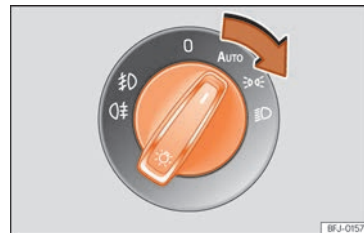

Abb. 96 Instrumententafel: Lichtschalter.
- Lichtschalter in die gewünschte Position drehen »» **Abb. 96**.